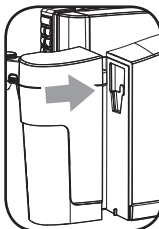

Abb. 1
- 1- Die Karaffe an das Gerät annähern und dabei leicht anheben (Abb.1).